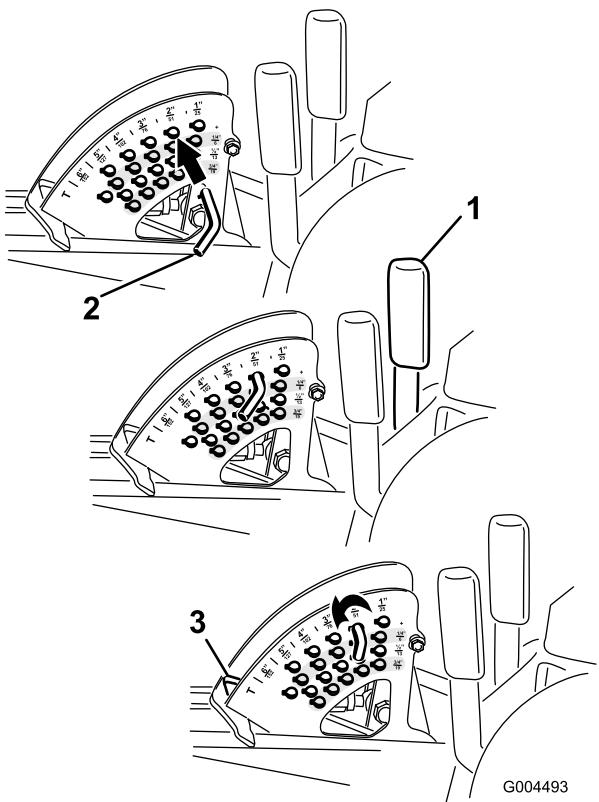

Figure 22
Remarque: Pour bloquer le tablier de coupe en position relevée, levez le tablier au-delà de la position 15 cm (6 po), retirez la goupille de butée de hauteur de coupe (voir Réglage de la hauteur de coupe), et placez-la à la position 15 cm (6 po) (Figure 22).
- Lorsque le moteur tourne, repoussez le levier de commande du tablier de coupe en arrière jusqu'à ce que le tablier soit complètement relevé puis **relâchez immédiatement le levier** (Figure 22).
- Pour régler la hauteur de coupe, tournez la goupille de butée jusqu'à ce que la goupille cylindrique située à l'intérieur soit alignée sur les trous du support de hauteur de coupe et déposez-le (Figure 22).
- Placez la goupille dans le trou du support correspondant à la hauteur de coupe voulue et tournez-la pour la verrouiller en place (Figure 22).
Remarque: Il y a quatre rangées de trous (Figure 22). La première rangée donne la hauteur de coupe indiquée au-dessus de la goupille. La deuxième rangée donne la hauteur indiquée plus 6 mm (1/4 po). La troisième rangée donne la hauteur indiquée plus 12 mm (1/2 po). La dernière rangée donne la hauteur indiquée plus 18 mm (3/4 po). Un seul trou, situé dans la deuxième rangée, correspond à la hauteur 15,8 cm (6 po). Il n'ajoute pas 6 mm (1/4 po) à la hauteur de 15,8 cm (6 po).